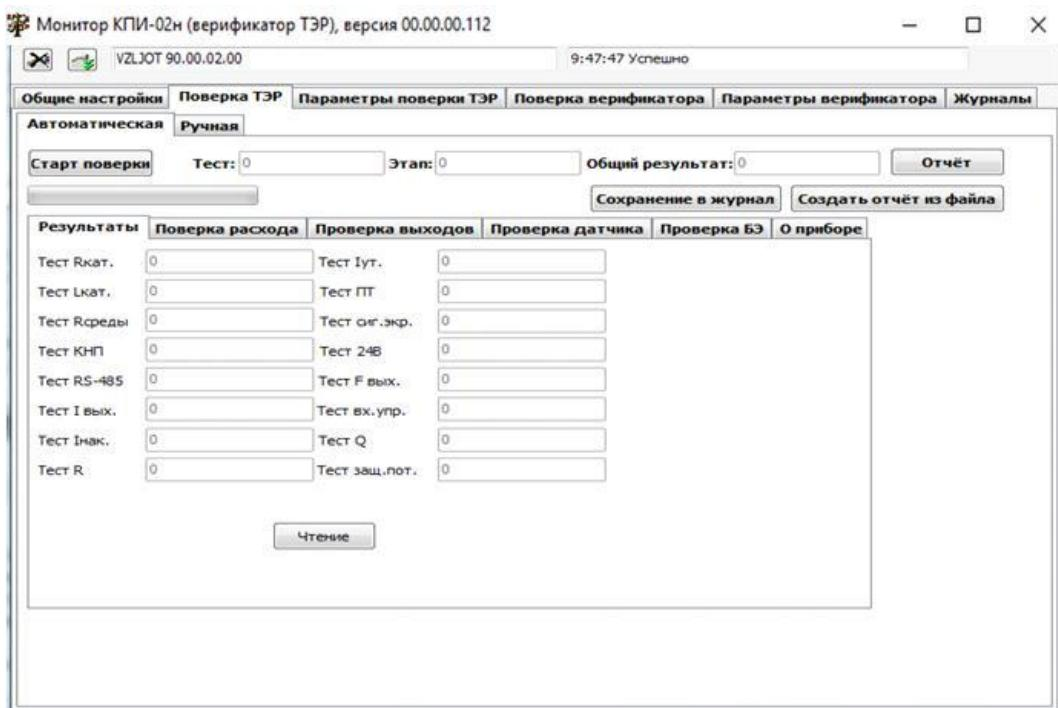

Рис.14. Вкладка «Проверка ТЭР».
4.2.1. Проверка ТЭР при помощи программы «Монитор КПИ-02н» также может производиться как в автоматическом, так и в ручном режимах. Вкладка программы «Проверка ТЭР» приведена на рис.14.